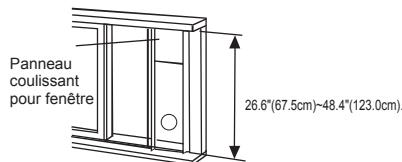

Fig.13
2. Installation du panneau coulissant sur le rebord de la fenêtre : ajustez la longueur du panneau coulissant avec la largeur de la fenêtre. Coupez-le si la largeur de la fenêtre est inférieure à 26.6 po. Ouvrez le châssis et placez le panneau coulissant sur le rebord de la fenêtre. Fig. 13.